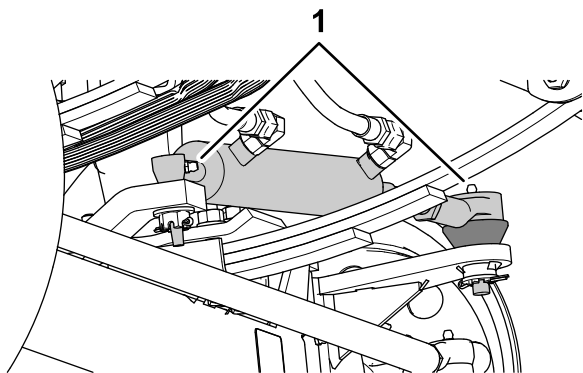
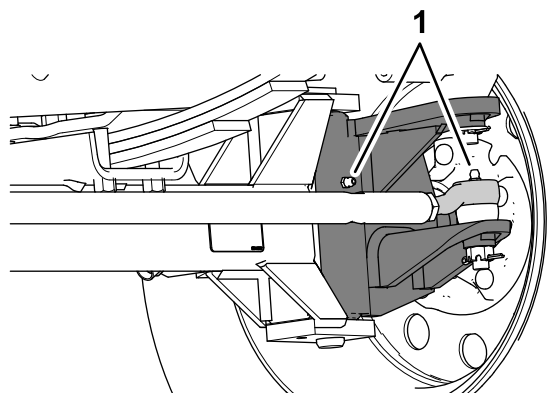

图 59
图 60
1. 将黄油嘴擦拭干净图 59和图 60。
2. 用黄油枪将润滑脂打入到黄油嘴图 59和图 60。
注意 黄油嘴的位置如图 59中所示。